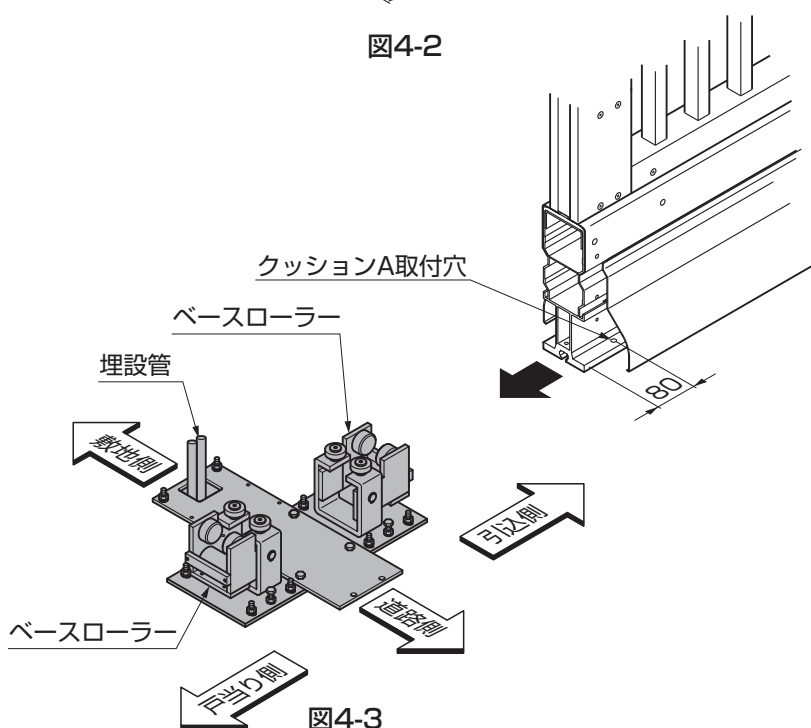

図4-3
- ① 本体前側からベースローラーに挿入してください。(図4-3参照)